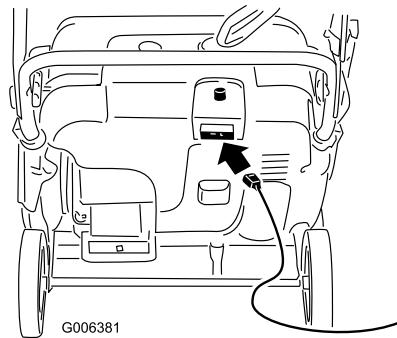
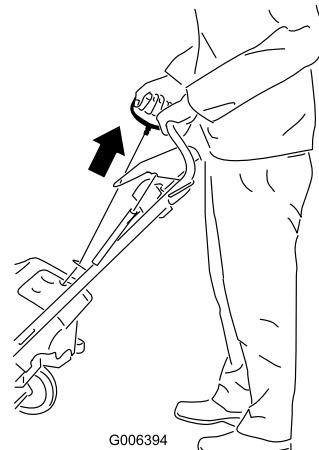

Figure 14
Figure 15
4. Raccordez la rallonge au secteur et à la fraise à neige, puis appuyez sur le bouton du démarreur électrique (modèle 38571 uniquement) (Figure 14), ou tirez la poignée du lanceur (Figure 15).